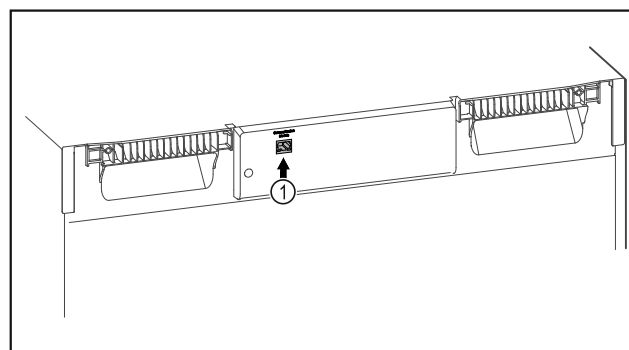

Fig. 85
- ☐ SmartModule Fig. 85 (1) is geplaatst.